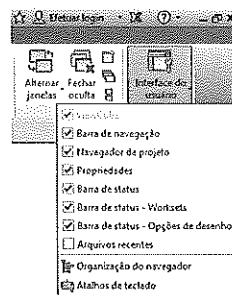

Figura 2.19 – Botões para habilitar as janelas da tela.
7. Agora, para abrir o **Navegador de projeto (Project Browser)** e a janela **Propriedades** novamente, clique na aba **Vista**, selecione **Interface do usuário** e habilite as caixas de **Navegador de projeto e de Propriedades**, como apresenta a Figura 2.19.